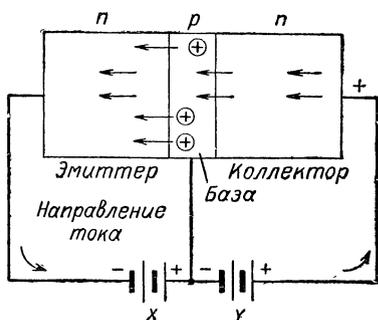

Рис. VI.111. Когда к эмиттеру, базе и коллектору *n-p-n* транзистора приложены соответствующие напряжения, через транзистор проходит ток.
**Принцип действия *n-p-n* транзистора.** Чтобы понять основные принципы работы транзистора, рассмотрим схему, в которой к выводам транзистора присоединены внешние батареи, в результате чего через транзистор течет ток. Батарея, помеченная буквой X на рис. VI.111, включена между эмиттером и базой. Так как материал *n*-типа при такой полярности включения связан с отрицательным полюсом батареи, а материал *p*-типа — с положительным полюсом батареи, то переход смещен в прямом направлении и через него проходит ток.
Если батарея, помеченная буквой Y (рис. VI.111), включена между коллектором и базой так, что отрицательный полюс связан с коллектором, а положительный с базой, ток в этой цепи не идет.
Если коллектор соединить с положительным полюсом батареи Y (рис. VI.111), электроны, притягиваемые положительным зарядом коллектора, будут проходить сквозь базу и попадать на коллектор. Такое прохождение электронов сквозь базу возможно, потому что база имеет очень небольшую толщину.